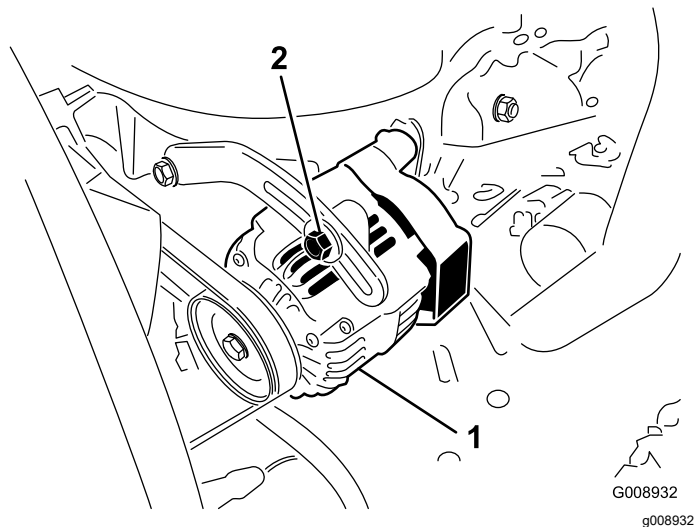

図 81
2. たわみが10 mmでない場合には、オルタネータ取り付けボルトをゆるめる 図 81。